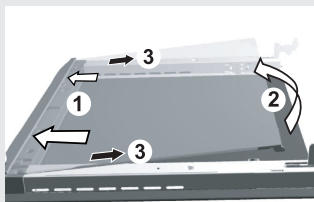

Figura 1
- Pegar no vidro pela parte inferior. Puxá-lo delicadamente para si, depois levantá-lo levemente – mas não demasiado – (de 10 mm no máximo) até o canto do suporte sair da fenda (figura 1).